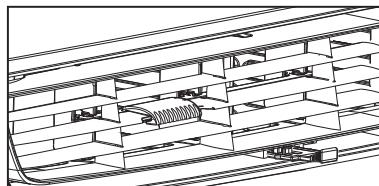

Figure 2 (AIR FRAIS)
- Faire entrer de l'air à l'intérieur de la pièce - air frais (voir Fig. 2)